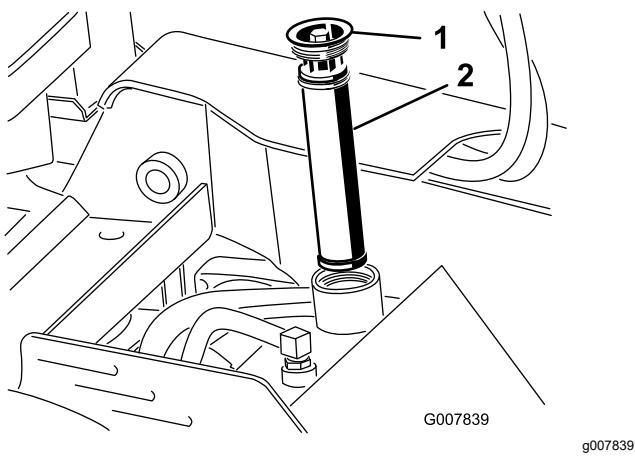

Figura 61
5. Limpe a área em torno do tubo de enchimento do depósito do hidráulico e retire a tampa e o filtro do tubo de enchimento utilizando uma chave (Figura 61).